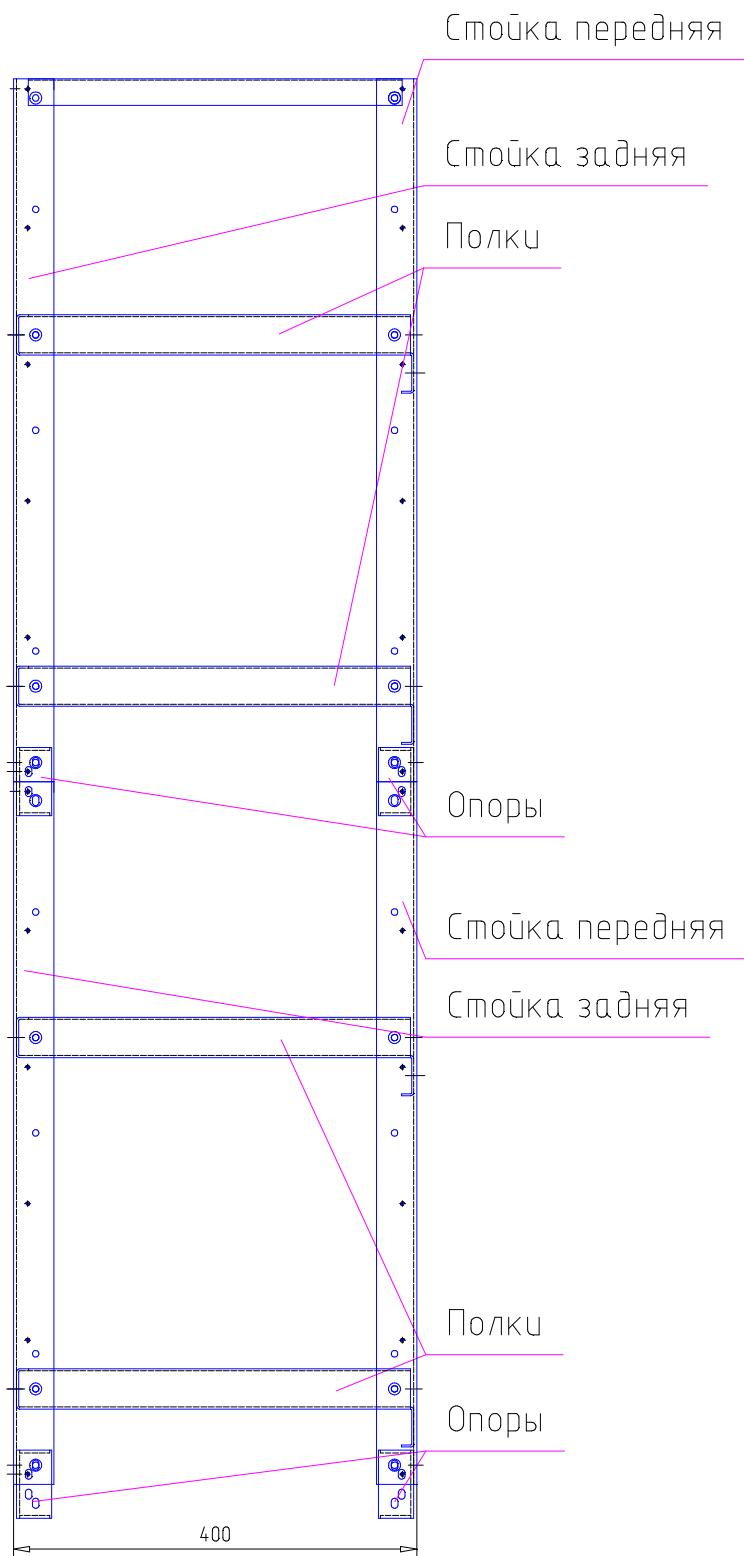

Рисунок 4.6 – Вид двух собранных и соединенных стеллажей МБС-03.
4.9 Для масштабирования стеллажей в высоту необходимо после пункта 4.3 закрепить опоры верхнего стеллажа на стойках нижнего (рисунок 4.6).